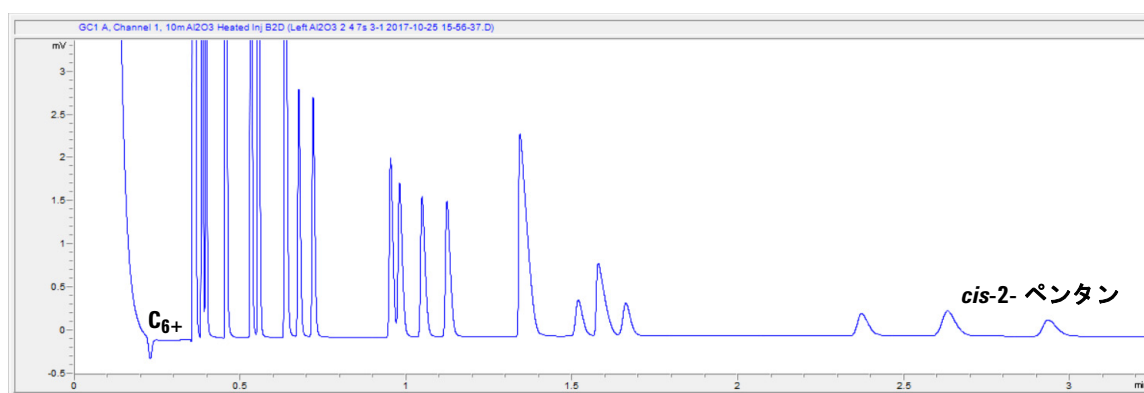

図 39 リファイナリガス用の Al_2O_3 カラム (10m)
- 4 BF 時間を微調整して、*n*-ヘキサンのピークが観察されるデータポイント時間を見つけます。BF 時間を 0.1 秒ずつ減らして、ピークが消えるまで（ピーク高さが $3\ \mu\text{V}$ を切るまで）分析を開始します。その値から 0.4 秒を引いた値を、このチャンネルの BF 時間として設定します。10m の Al_2O_3 BF2D チャンネルの一般的な「確定」時間範囲は、約 1 ~ 2 秒です（83 ページの図 39 を参照）。